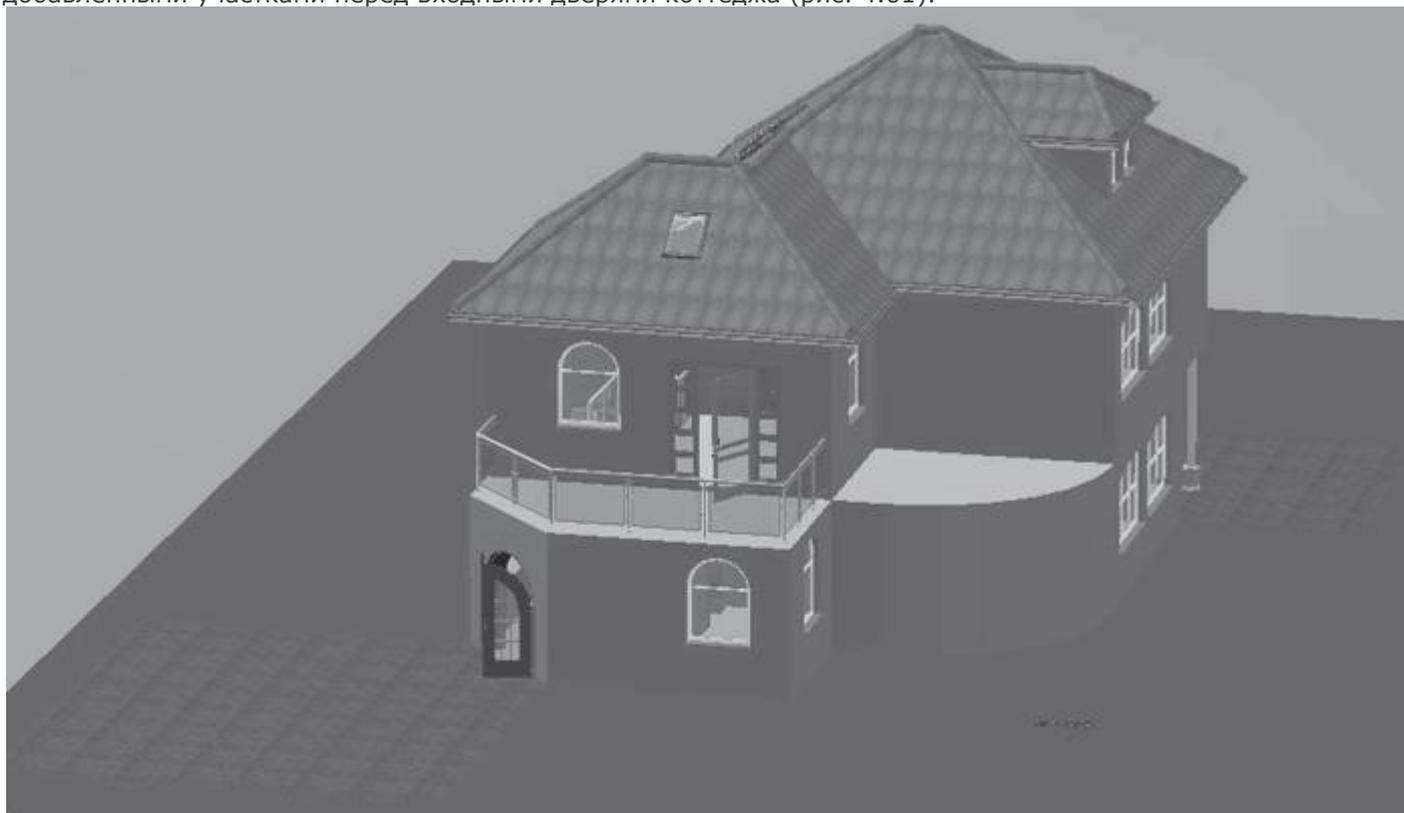

Рис. 4.61. Добавление участков, уложенных плиткой
5. Нажмите клавишу Esc для выхода из команды. Переключитесь в окно трехмерного просмотра, чтобы ознакомиться с добавленными участками перед входными дверями коттеджа (рис. 4.61).